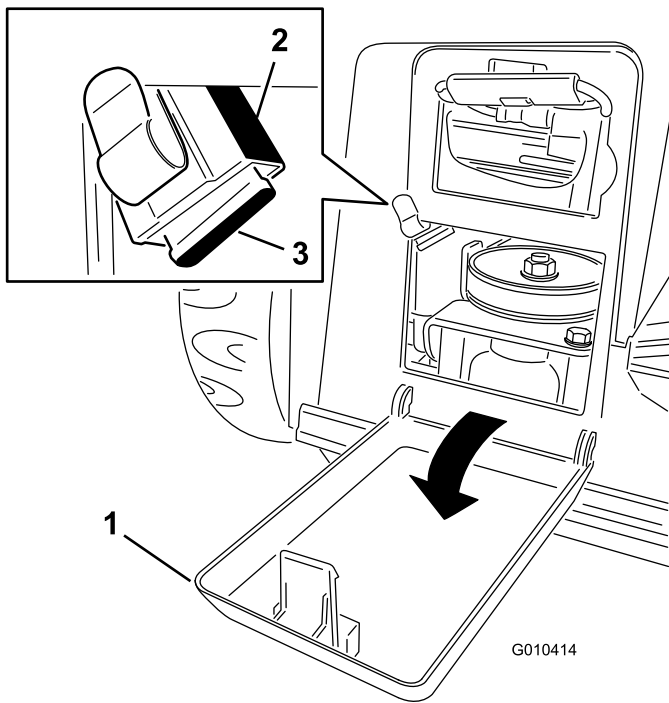

Bild 9
1. Öffnen Sie die Batterieabdeckung (Bild 9).
- 2. Die Sicherungsfassung befindet sich oben links an der Öffnung des Batteriefachs (Bild 9).